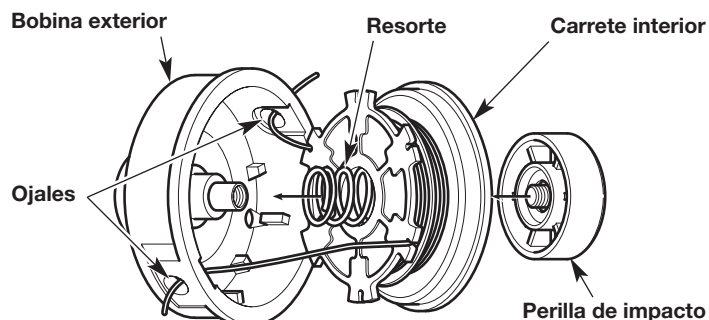

Fig. 24
1. Pase los extremos de los hilos a través de los ojales de la bobina exterior. Coloque el resorte dentro del carrete interior. Inserte el carrete interior dentro de la bobina exterior. Oprima el carrete interior y la bobina exterior uno contra otro (Fig. 24).